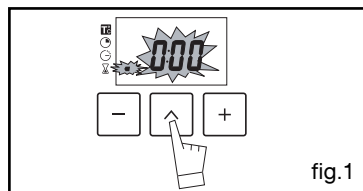

fig.1
- Appuyez sur la touche " ^ " (fig.1) jusqu'à faire clignoter le symbole minuterie